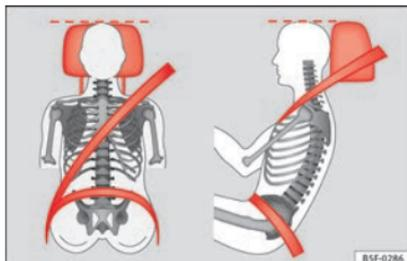

Fig. 75 Vista frontale e laterale: poggiatesta e cinture di sicurezza posizionate correttamente.
– Regolare il poggiatesta portando il suo bordo superiore alla stessa altezza della parte superiore della testa, almeno all'altezza degli occhi »» fig. 75.